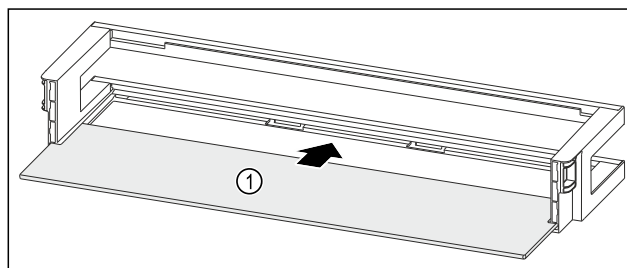

Fig. 150 Türabsteller mit Abstellfläche
- ▶ Abstellfläche Fig. 150 (1) in die seitlichen Aussparungen einschieben.